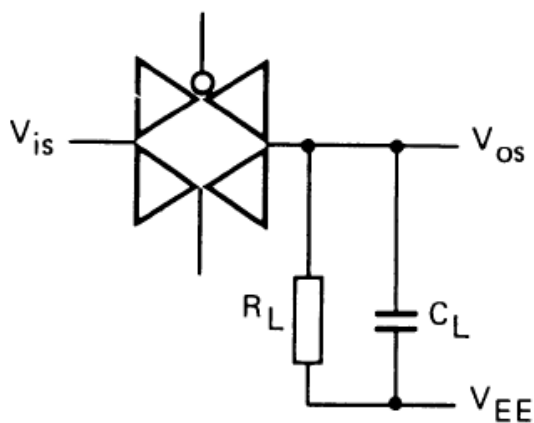

图 4
4. $R_L=10K\Omega$; $C_L=15pF$; 通道开; $V_{IS}=V_{DD(P-P)}/2$ (正弦波, 在 $V_{DD}/2$ 处对称), $f_{IS}=1KHz$; 如图 4 所示
7. $R_L=1K\Omega$; $C_L=5pF$; 通道关; $V_{IS}=V_{DD(P-P)}/2$ (正弦波, 在 $V_{DD}/2$ 处对称); $20lg(V_{OS}/V_{IS})=-50dB$; 如图 4 所示
8. $R_L=1K\Omega$; $C_L=5pF$; 通道开; $V_{IS}=V_{DD(P-P)}/2$ (正弦波, 在 $V_{DD}/2$ 处对称); $20lg(V_{OS}/V_{IS})=-3dB$; 如图 4 所示